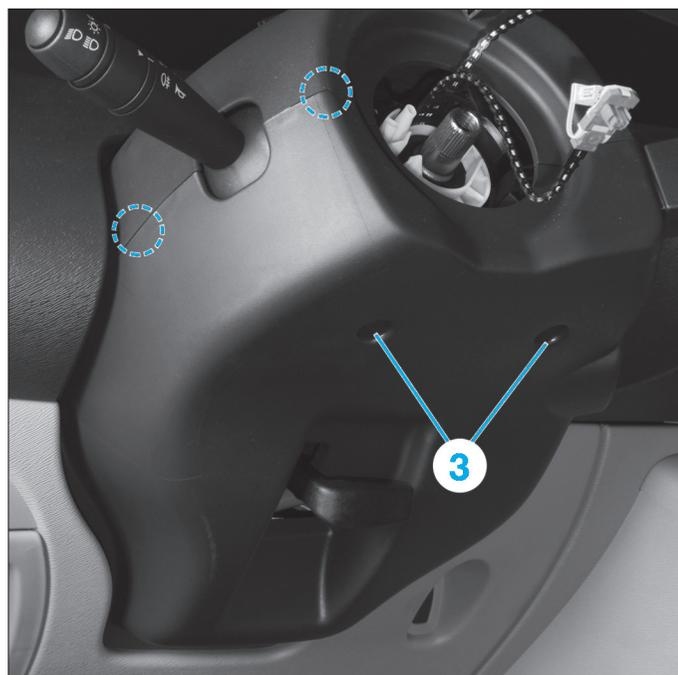

Fig. 4
- Déposer les vis (3) sous la coquille inférieure (Fig.4).